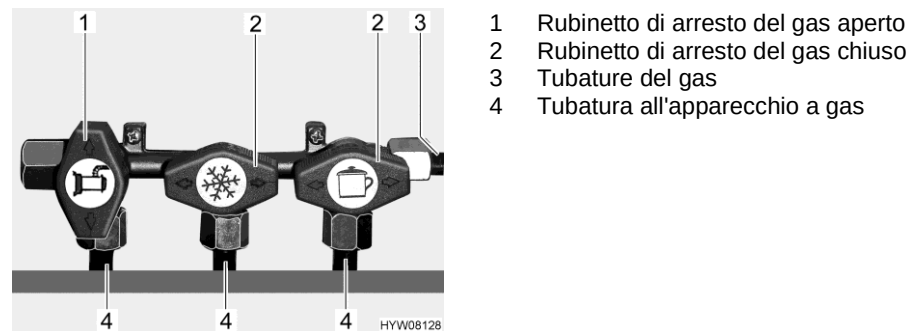

Fig. 115 Posizione dei rubinetti di arresto del gas (esempio)
- Apertura:** ■ Posizionare il rubinetto di arresto del gas dell'apparecchio a gas corrispondente parallelamente (Fig. 115,1) alla tubatura (Fig. 115,4) che alimenta l'apparecchio a gas.
- Chiusura:** ■ Posizionare il rubinetto di arresto del gas dell'apparecchio a gas corrispondente trasversalmente (Fig. 115,2) alla tubatura (Fig. 115,4) che alimenta l'apparecchio a gas.